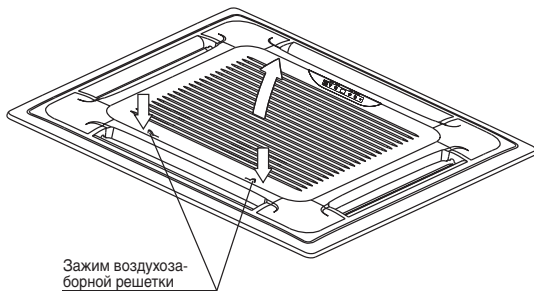

Рис. 5-6
- Одновременно потяните два зажима воздухозаборной решетки в направлении друг к другу, затем потяните их на себя (рис. 5-6).